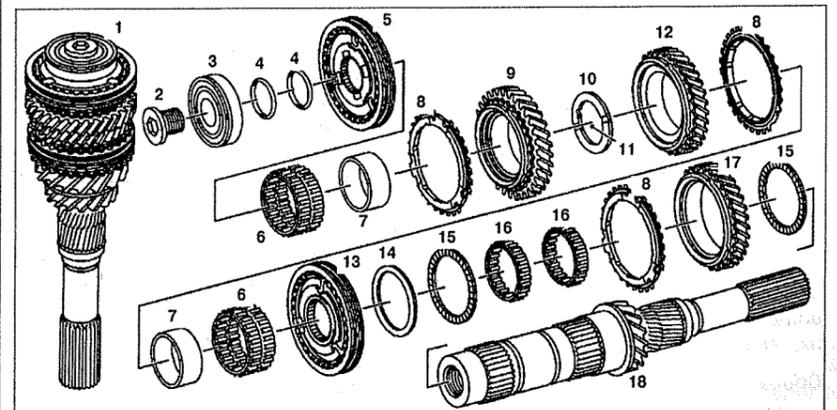

Рис. 6.25. Ведущий вал (автомобили с двигателями 111.948 и 601.970):
2. Открутите болт 2 (см.рис.6.25).